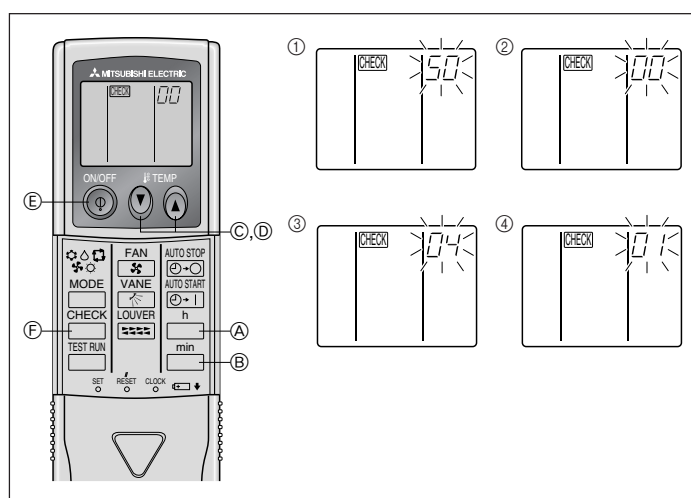

Fig. 6-9
2) Para controlo remoto sem fio (Fig. 6-9)